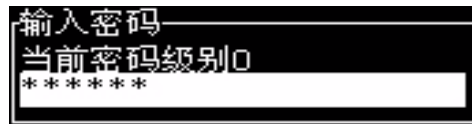

图 4-3: 级别 0 密码
- 2 按下 *Alt + w*。选择 *Enter Password*（输入密码）（参见图 4-2）选项，然后按下 *Enter* 按键。显示 *Enter Password*（输入密码）屏幕（参见图 4-3）。